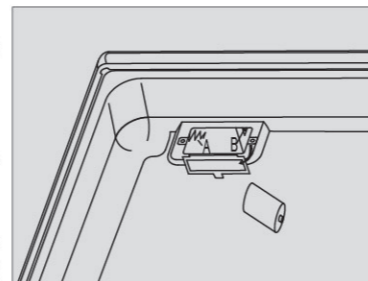

figure 3
- Installez la batterie (figure 3)